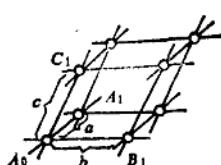

图1-8 平行六面体
(4) 平行六面体：平行六面体是空间格子的最小单位。它是由六个两两平行的面网所组成（图1-8），每个平行六面体的三组棱长恰好是三个相应行列的结点间距。